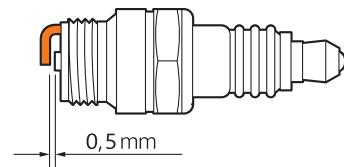

Рис. 21
- Измерьте зазор между электродами свечи при помощи плоского щупа. При необходимости откорректируйте его, осторожно подгибая боковой электрод. Зазор между электродами должен составлять 0.5 мм (Рис. 21).